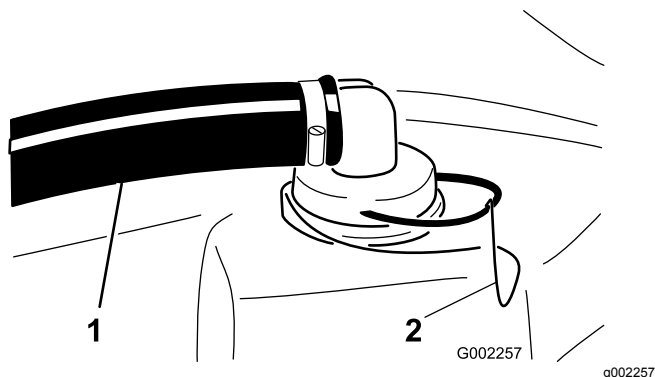

Рисунок 48
2. Снимите фиксатор с красного фитинга, присоединенного к большому шлангу в верхней части бака (Рисунок 48).
3. Отсоедините шланг от бака (Рисунок 48).